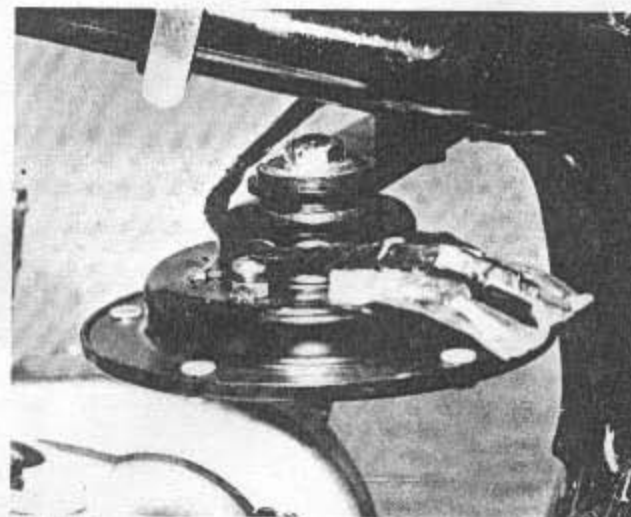

Bild 295
- Bei einigen Modellen kann das Signalhorn mit Hilfe einer an der Rückseite des Horngehäuses angebrachten kleinen Schraube eingestellt werden, d. h. der Klang und die Lautstärke lassen sich nach Bedarf verändern (Bild 295). Zu diesem Zweck lockere man die Gegenmutter, verdrehe die Schraube in jeder Richtung um je eine halbe Umdrehung, bis der gewünschte Klang in Verbindung mit der erforderlichen Lautstärke erreicht ist.